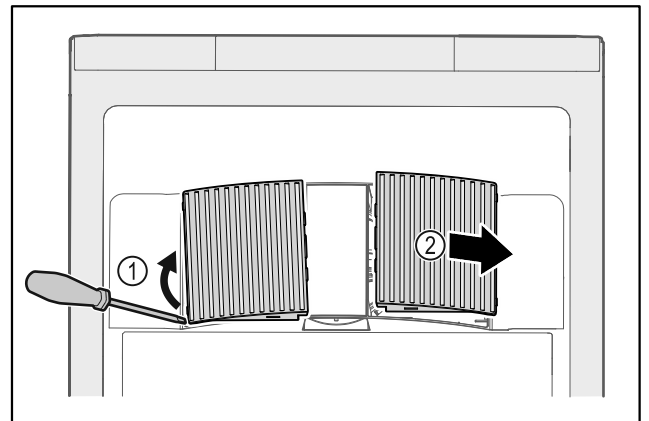

Fig. 140
- ▶ Lirk forsigtigt ventilatorafdækningerne ud fra siden Fig. 140 (1), og tag dem af forfra Fig. 140 (2).